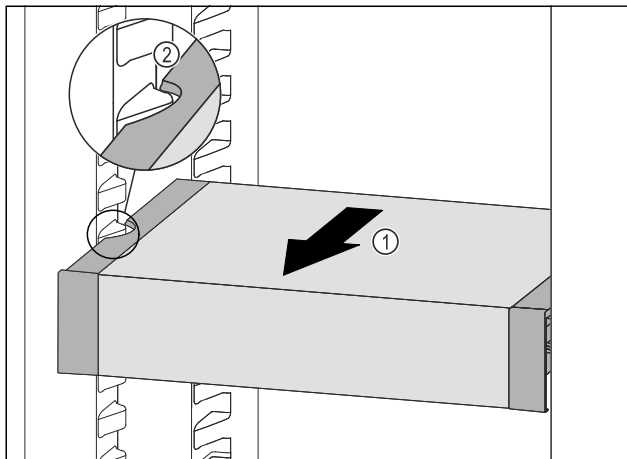

Fig. 96
- VarioSafe ťahajte dopredu Fig. 96 (1), kým sa bočné vybrania VarioSafe nebudú nachádzať vo výške rebra nádoby v chladničke. Fig. 96 (2)